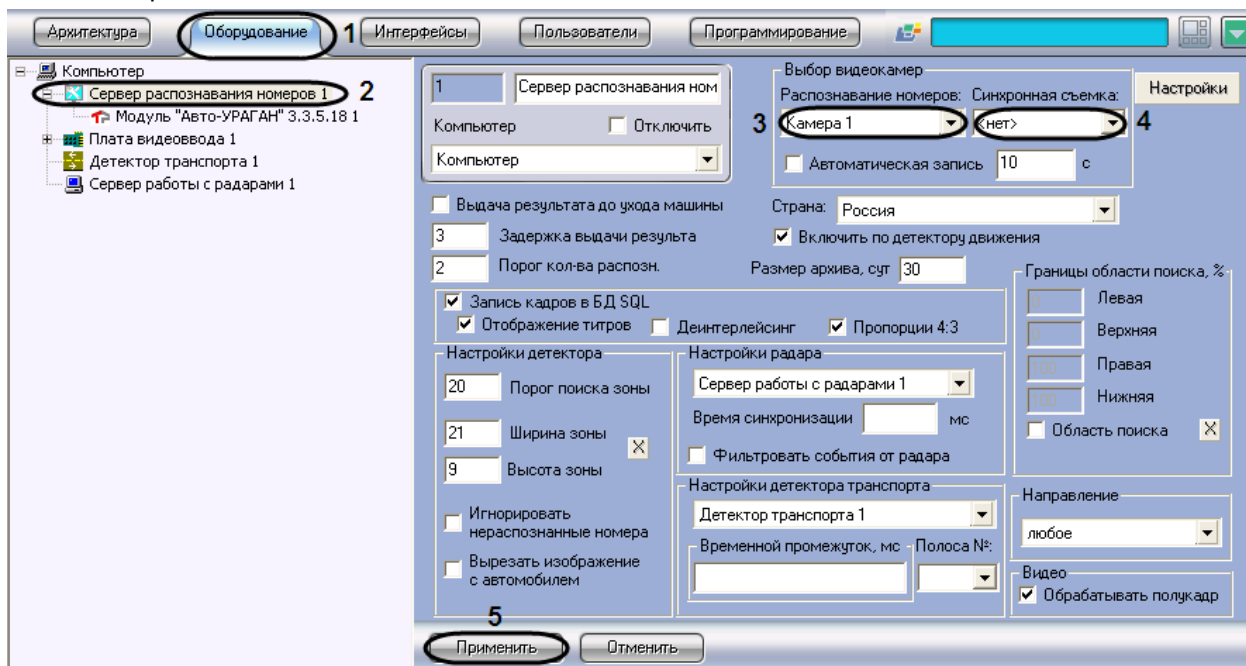

Рис. 7.2—6. Выбор объектов «Камера» для совместной работы с Сервером распознавания номеров
1. В диалоговом окне «Настройка системы» перейти на вкладку «Оборудование» (Рис. 7.2—6, 1).
2. В дереве объектов на вкладке «Оборудование» выбрать объект «Сервер распознавания номеров», соответствующий активированному программному модулю (см. раздел «Активация программного модуля, используемого для распознавания номеров», Рис. 7.2—6, 2). В правой части вкладки «Оборудование» отобразится панель настройки выбранного объекта.
3. Выбрать требуемый объект «Камера» в поле «Распознавание номеров» (основная видеокамера для распознавания номеров) (см. Рис. 7.2—6, 3).
4. Выбрать требуемый объект «Камера» в поле «Синхронная съемка» (дополнительная синхронная видеокамера) (см. Рис. 7.2—6, 4).
5. Нажать кнопку «Применить» (см. Рис. 7.2—6, 5).